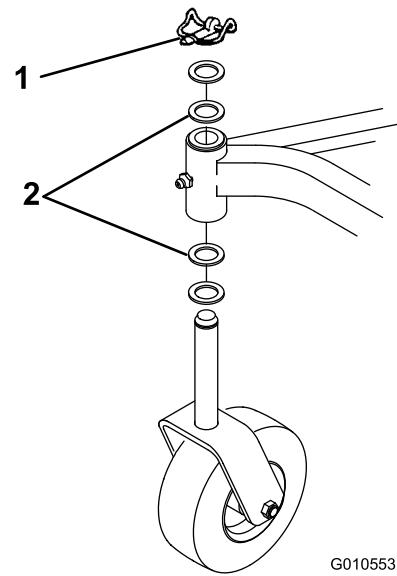

Bild 26
- A. An Mähwerken, die normal mit einer Schnithöhe von 25 bis 51 mm eingesetzt werden, sollten Sie die niedrige Seite des Mähwerks anheben. Entfernen Sie den Klappstecker, mit dem das Laufrad am niedrigen Ende befestigt ist (Bild 26) und entfernen es.
- C. Wenn das Mähwerk mit einer Schnithöhe von 51 bis 102 mm eingesetzt wird, senken Sie die hohe Seite des Mähwerks ab. Entfernen Sie den Klappstecker des Laufrads am hohen Ende der Maschine und nehmen es ab (Bild 26).